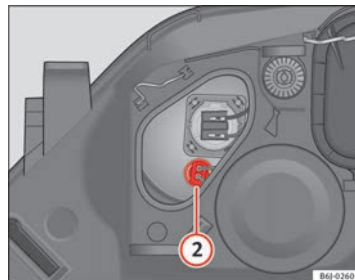

Fig. 149 Luz de posición
- Extraiga el conector ⇒ fig. 149 ② tirando hacia afuera.